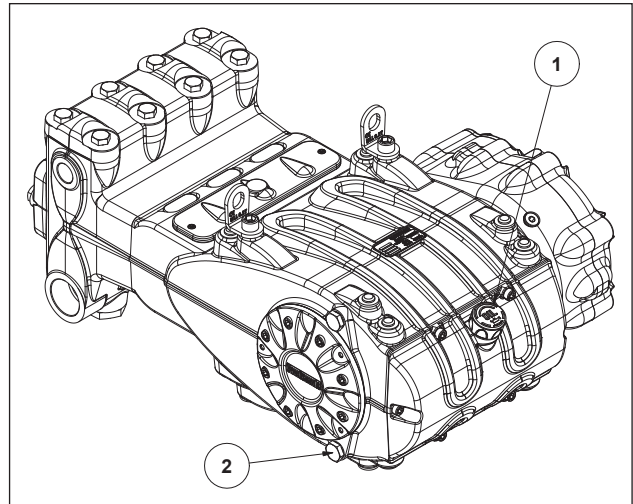

Abb. 3
Überprüfen Sie den Ölstand über den Verschluss mit Ölmessstab und min. sowie max. Markierungen ①, Abb. 3. Füllen Sie bei Bedarf auf.
Für den Ölwechsel soll die Pumpe dagegen auf Betriebstemperatur sein. Entfernen Sie dazu den Verschluss Pos. ②, Abb. 3. Für die Ölstandprüfung und den Ölwechsel siehe Angaben in Kapitel 11.